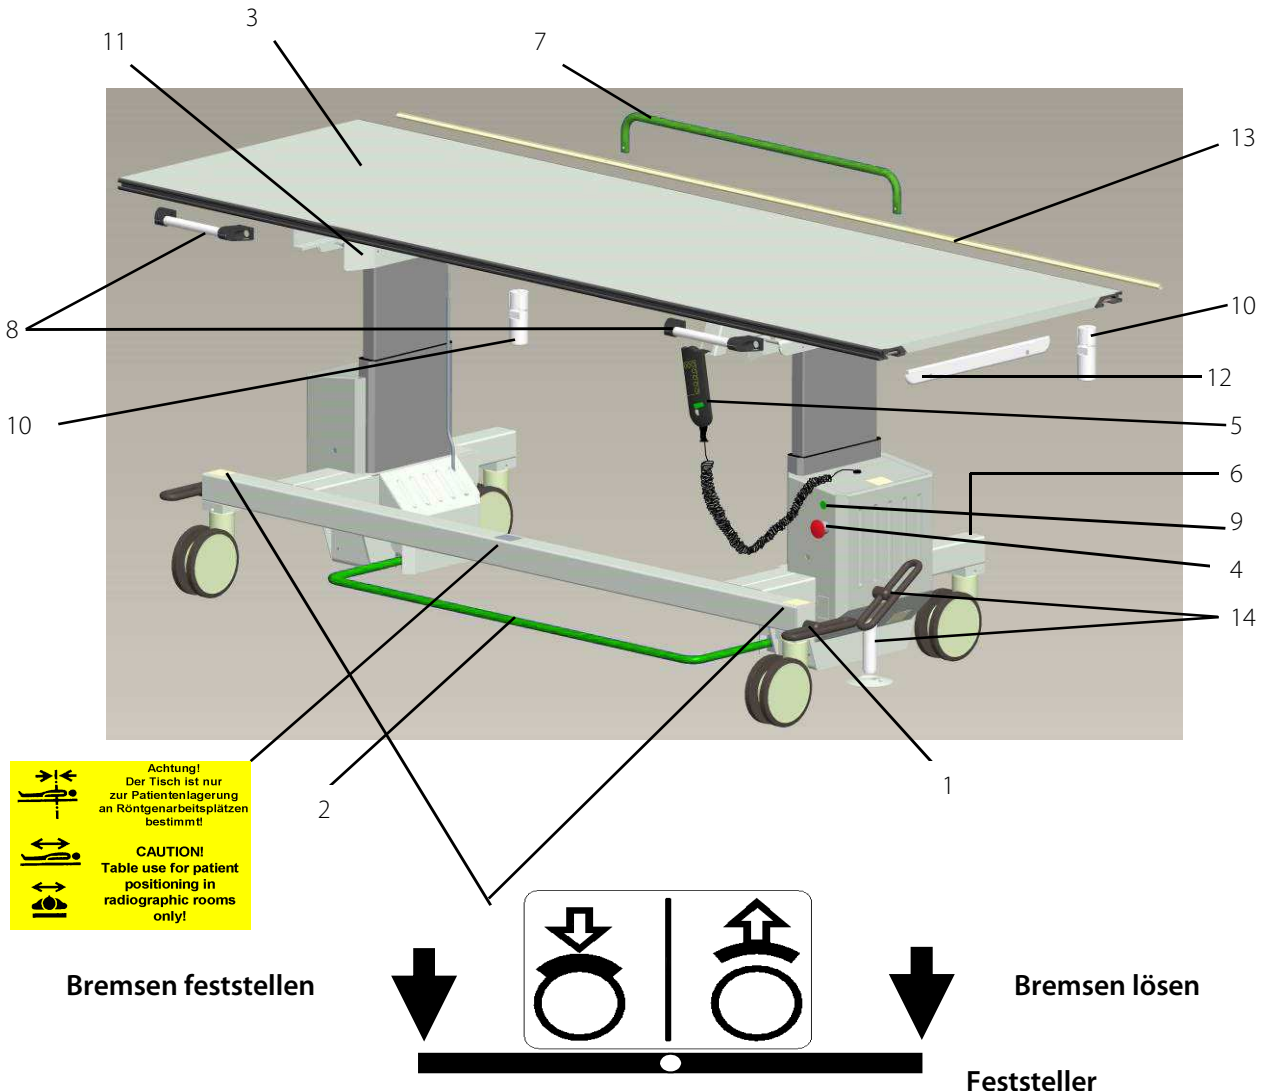

Abbildung 2-1
Das Firmenschild befindet sich unten am Rahmen an der Tischinnenseite (Abb. 2-1/6).
Um den Lagerungstisch auf dem Boden in alle Richtungen zu fixieren, verfügt er über 2 Bremsräder an der Vorderseite, die vor dem Auf- bzw. Absteigen eines Patienten mit dem Feststeller (Abb. 2-1/1) an der linken oder rechten Seite festgestellt werden müssen.
#### Beschreibung zu Abbildung 2-1
Durch Betätigung des Bremsbügels (Abb. 2-1/2) mit dem Fuß werden die Bremsen der Tischplatte gelöst, danach kann die Tischplatte schwimmend von Hand verschoben werden.
Als Optionen sind ein langer Handgriff (Abb. 2-1/7) für die Rückseite der Tischplatte und 2 Handgriffe (Abb. 2-1/8) für die Vorderseite der Tischplatte verfügbar. Beide Handgriffe können nur mit Werkzeug entfernt werden. Der lange Handgriff ist für leichteres Auf- und Absteigen des Patienten vorgesehen. Mit den kurzen Handgriffen ist eine bessere Verschiebung des Tisches sowie der Tischplatte möglich.
Der PROGNOST XPE kann mit einer rechts oder links montierten Feststelleinrichtung (Rastung) / (Abb. 2-1/14) versehen werden.
Die Abweiser (Abb. 2-1/10) am Querwagen verhindern die Berührung der U-Schiene vom Querwagen mit dem Detektorgehäuse und erleichtern somit die Positionierung der Tischplatte über dem Bildempfänger.
Der seitliche Kantenschutz (Abb. 2-1/12) verhindert direkten Kontakt des Detektorgehäuses mit dem Z-Winkel.
Das Stossschutzprofil (Abb. 2-1/13) verhindert den direkten Kontakt der hinteren Zubehörschiene der Tischplatte mit dem Stativ oder Detektorhalter.
Die Schutzfolie auf den inneren Abdeckblechen (Abb. 2-1/11) erhöht die Gleitfähigkeit bei Berührung mit dem Detektorgehäuse.
Durch Betätigung des Not-Halt Schalters (Abb. 2-1/4) werden die Steuerung und der Antrieb für die Höhenverstellung abgeschaltet.
Neben dem Not-Halt befindet sich die dreifarbige Meldeleuchte (Abb. 2-1/9), mit der Bereitschafts- und Zustandsmeldungen angezeigt werden.
**Das Handbedienteil muss in den Halter (Abb. 2-1/5) eingehängt werden, wenn es nicht benutzt wird.**